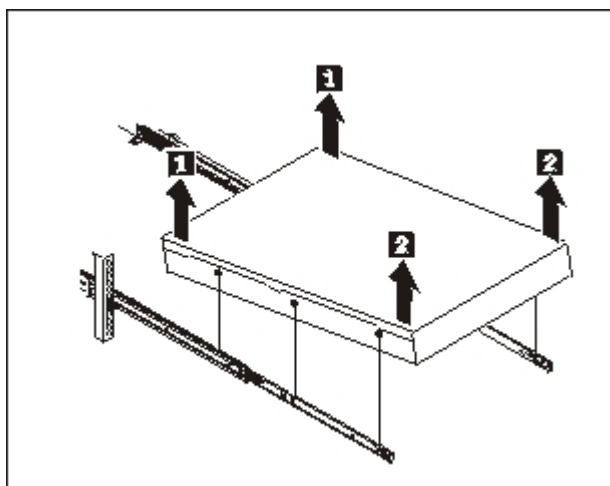

Figura 30. Levantando el dispositivo de los rieles deslizantes
2. Levante el dispositivo de los rieles deslizantes, como se muestra en la Figura 30 en la página 70.